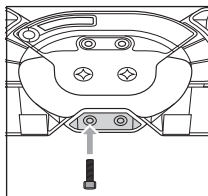

Fig. 3
- ◆ Avec la clé Allen **11**, vissez une vis **9** dans l'écrou autobloquant **10** (voir fig. 3).